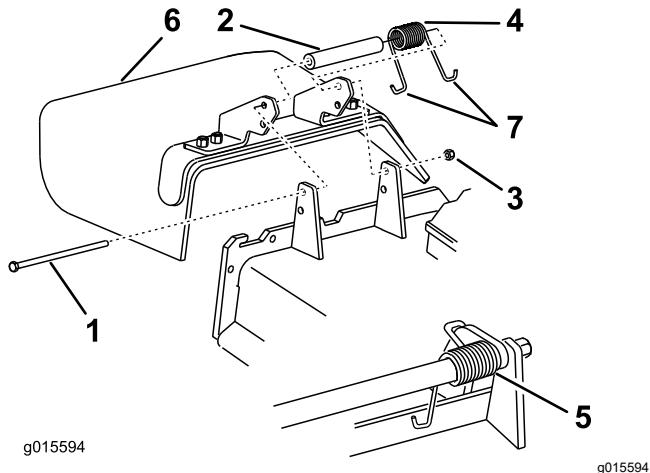

Bild 88
1. Entfernen Sie die Sicherungsmutter, Schraube, Feder und das Distanzstück, mit denen das Ablenkblech an den Schwenkhalterungen befestigt ist (Bild 88).
2. Entfernen Sie defekte oder abgenutzte Ablenkbleche (Bild 88).
**Hinweis:** Achten Sie darauf, dass ein J-Hakenende der Feder hinter der Mähwerkkante befestigt ist, bevor Sie die Schraube einsetzen, wie in Bild 88 abgebildet.
6. Führen Sie ein J-Hakenende der Feder um das Ablenkblech (Bild 88).